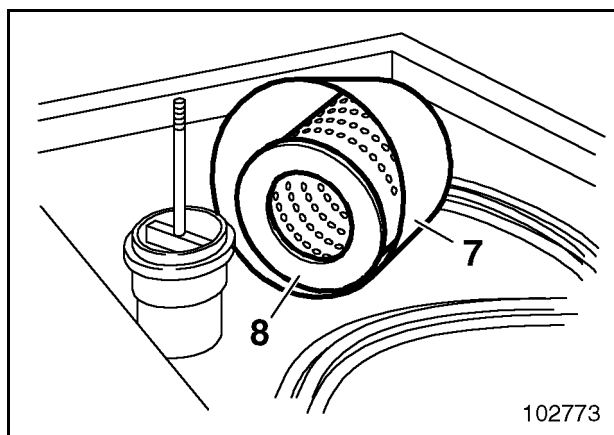

Fig. 3-131:
- Haube (7, Fig. 3-131:) und Filterelement (8) abziehen.